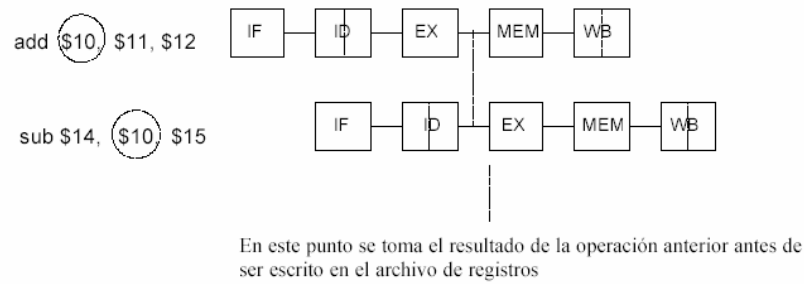

Figura 8. Forwarding para evitar riesgo de datos en el registro \$10
- *Forwarding*: se adicionan circuitos especiales en el *pipeline* de forma que el valor deseado es transmitido/adelantado al segmento del *pipeline* que lo necesita (Figura 8).